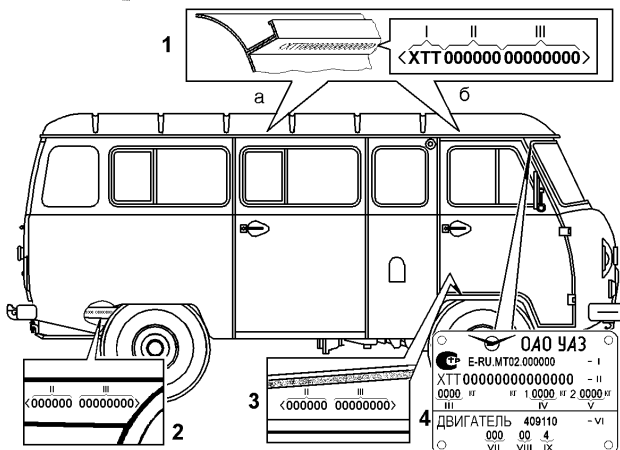

Рис. 1.10. Маркировка транспортного средства:
**Идентификационный номер транспортного средства (рис. 1.10)** выбивается на табличке заводских данных и на желобе крыши (на автомобилях УАЗ-220695, УАЗ-396295, УАЗ-396255 и их модификациях – в двух местах “а” и “б”; на автомобилях УАЗ-330395, УАЗ-374195, УАЗ-390995, УАЗ-330365, УАЗ-390945 и их модификациях – в одном месте “б”).
**Идентификационный номер кузова (кабины) (рис.1.10)** выбивается на горизонтальной панели проема правой передней двери.